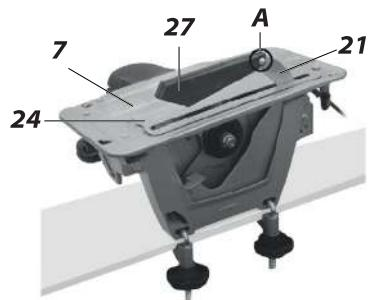

Рис. 6
**г)** Для проведения мелких стационарных работ пила устанавливается на горизонтальной поверхности верстака на неподвижный кожух и основную ручку так (Рис. 6). Фиксация на верстаке осуществляется с помощью отверстий (14) струбцинами (входящие в комплект).
1. Проверьте исправность пильного диска, наличие и правильность установки расклинивающего ножа (21) (Рис. 6).
3. Зафиксируйте пилу на горизонтальной поверхности прочного верстака или стола струбцинами (22) так, как показано на рис. 6.
4. Ручкой (10) отведите нижний защитный кожух, установите накладку стола (24) и зафиксируйте ее на столе винтом M4 из комплекта крепежа (23). Отпустите ручку защитного кожуха.
5. Установите дополнительный защитный кожух (27) на расклинивающий нож с помощью оси (A) (см. Рис. 6), вставив ее в отверстия кожуха и ножа. Зафиксируйте ось шплинтом из комплекта крепежа. Убедитесь, что дополнительный кожух может свободно подниматься и опускаться вокруг оси.
**ВНИМАНИЕ!** Струбцины (22) (Рис. 7), накладка стола (24) с ее винтом, дополнительный защитный кожух (27) (Рис. 6), ось (A) и ее шплинт используются только при стационарной работе пилы.